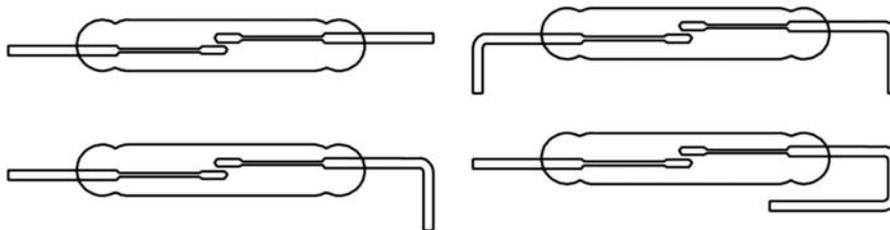

Abb. 4.65 Reedkontakte mit fertig gebogenen Anschlüssen (nach [4.23]).
- beim Abtrennen oder Abbiegen der Anschlüsse vorsichtig arbeiten – an den Anschlüssen halten, nicht am Glas (Abb. 4.64a, b). Gelegentlich eine Alternative: Reedkontakte mit fertig gebogenen Anschlüssen (Abb. 4.65).